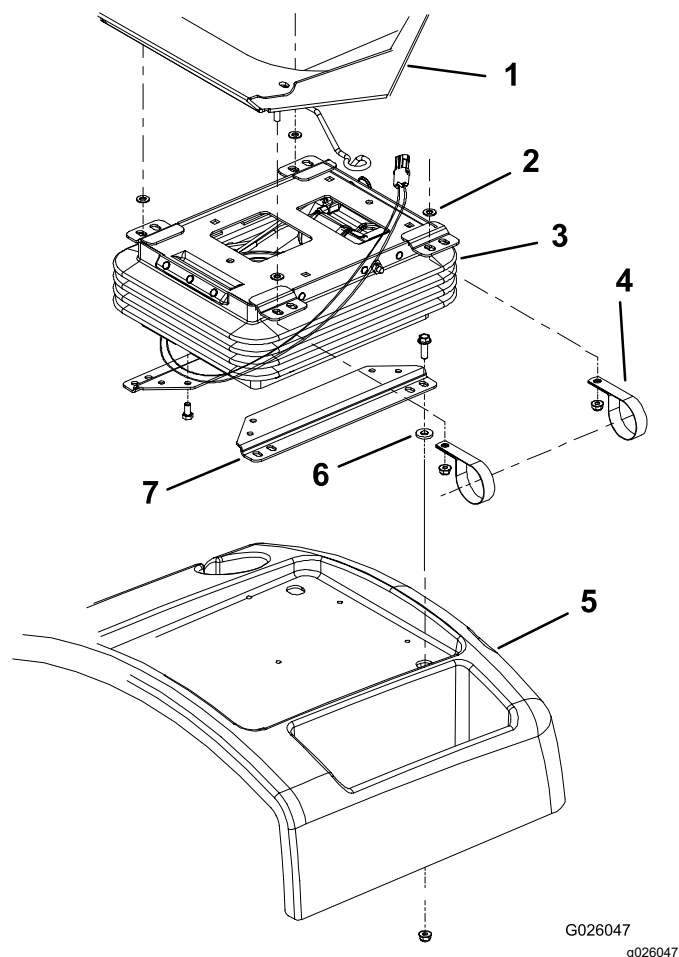

Рисунок 2
5. Удалите 4 гайки, которые крепят регуляторы сиденья и зажимы для тубуса для хранения руководства оператора к подвеске сиденья (Рисунок 2).
7. Удалите 4 болта, проставки и гайки, которые крепят нижние кронштейны сиденья к основанию сиденья (Рисунок 2).
9. Удалите 4 болта, которые крепят подвеску сиденья к нижним кронштейнам сиденья (Рисунок 2).
1. Прикрепите пневматическую подвеску сиденья к нижним кронштейнам сиденья с помощью 4 ранее снятых болтов (Рисунок 2).
2. Закрепите нижние кронштейны сиденья на основании сиденья 4 болтами, проставками и гайками, снятыми ранее (Рисунок 2).
3. Разместите узел сиденья на подвеске сиденья. Убедитесь в наличии шайбы на каждой шпильке регулятора перед установкой ее на подвеску (Рисунок 2).
4. Прикрепите регуляторы сиденья и зажимы для тубуса для хранения руководства оператора к подвеске сиденья с помощью 4 ранее снятых гаек (Рисунок 2).